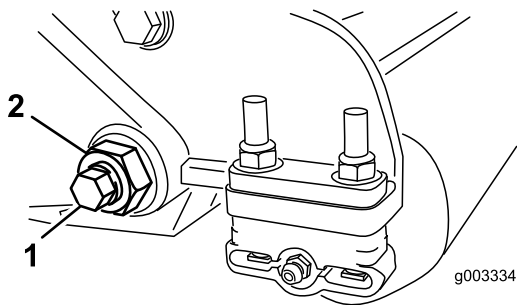

图30
- 3. 在机器的另一侧松开固定底刀架螺栓 图30的锁紧螺母。
- 4. 拆下两个底刀架螺栓向下拉动底刀架并从机器螺栓 图30上拆下来。